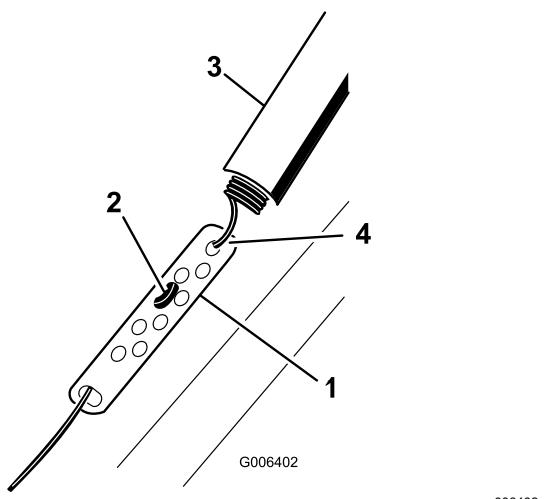

Bild 18
- Schieben Sie die Federabdeckung nach oben und haken Sie die Feder aus dem Einstellglied aus (Bild 18).
- Setzen Sie die Z-Befestigung in ein höheres oder niedrigeres Loch am Einstellenker, um den Abstand von 2 mm bis 3 mm zwischen dem Schaltbügel und dem Griff zu erhalten (Bild 18).